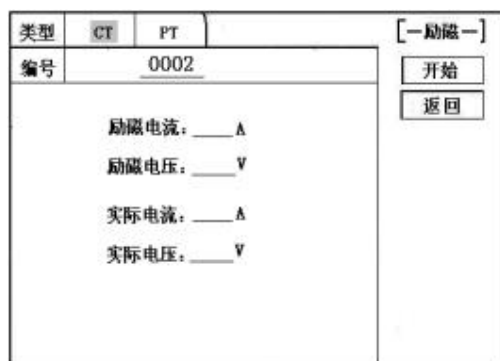
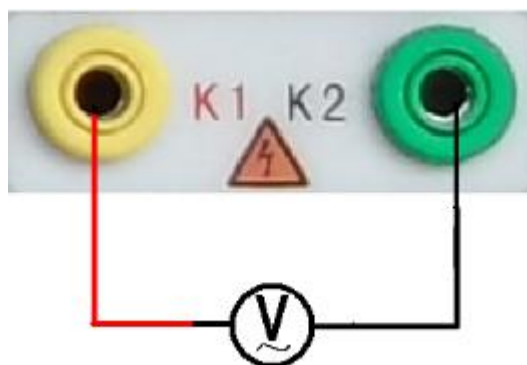
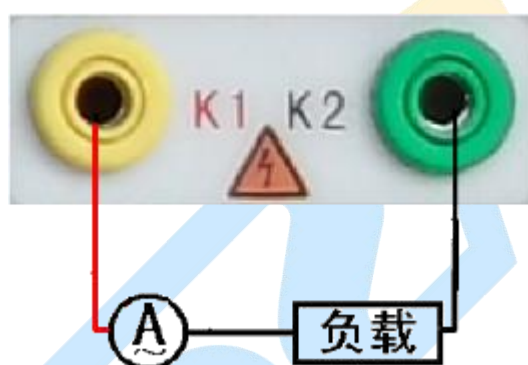

图 44 校准测试主界面
图 45 电压校准接线图
图 46 电流校准接线图
进入 CT “励磁” 测试界面后，选择进入“校准” 试验界面（如图 44），设定好励磁电流值：0.1A ~ 5A；励磁电压值：1V~2500V。
电压校准试验参照图 45 进行接线；设置好被测电压后，合上功率开关，选择“开始”选项，按下控制器，试验即开始，试验到达设定值后将保持输出电压/电流值用于检测，检测完毕后，按下控制器，试验返回图 44 界面。
电流校准试验参照图 46 进行接线，电压设定值略高于【电流设定值 (A) * 负载 (Ω)】，设置好被测电流/电压值后，合上功率开关，选择“开始”选项，按下控制器，试验即开始，试验到达设定值后将保持输出电流/电压值用于检测，检测完毕后，按下控制器，试验返回图 44 界面。